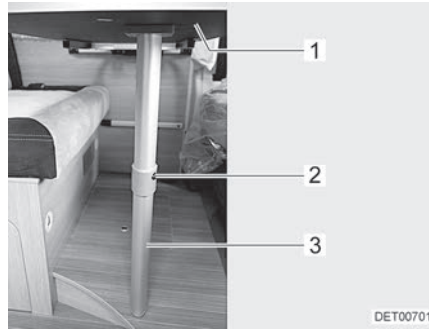

Bild 84 Bettunterbau
- Tischplatte (Bild 84,1) vorn leicht anheben.
- Entriegelungsknopf (Bild 84,2) drücken und den unteren Teil des Gelenkstützfußes (Bild 84,3) um 90° umklappen.